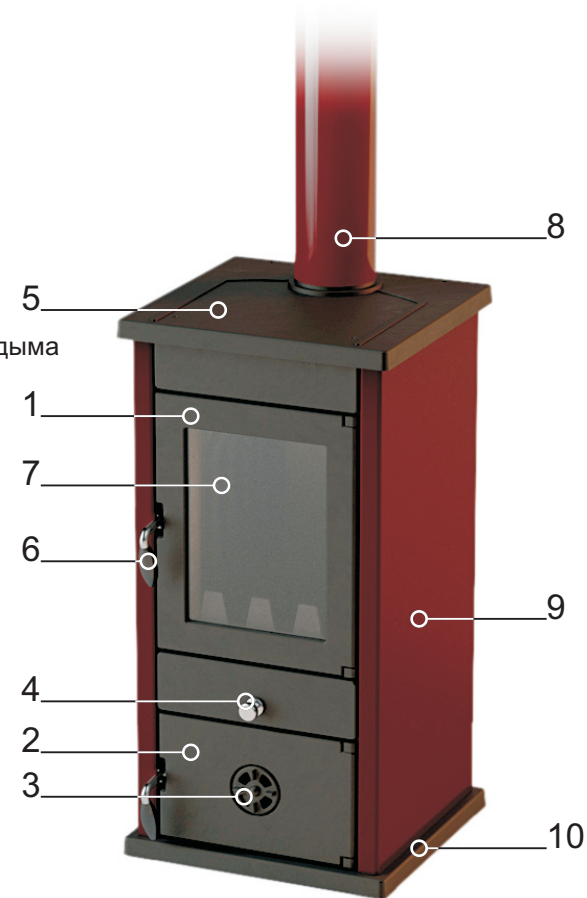

Рисунок 1.
- Регулятором первичного воздуха в печи Вы регулируете температуру, мощность и скорость сгорания топлива(Рисунок 1, позиция 3).
Рабочий стол печи - чугунная варочная поверхность(рисунок 1,позиция 4) на которой находится дымоотводный патрубок (рисунок 1,позиция 6).
Дверка топочной камеры(рисунок 1,позиция 1) - чугунная с прозрачным жаростойким стеклом, дверка зольного ящика (рисунок 1,позиция 2) - чугунная с регулятором подачи воздуха(рисунок 1,позиция 3).
- дверку зольного ящика оставьте открытым до появления стабильного огня, после закрытия интенсивность горения регулируйте с помощью регулятора подачи воздуха ( рисунок 1,позиция 3);